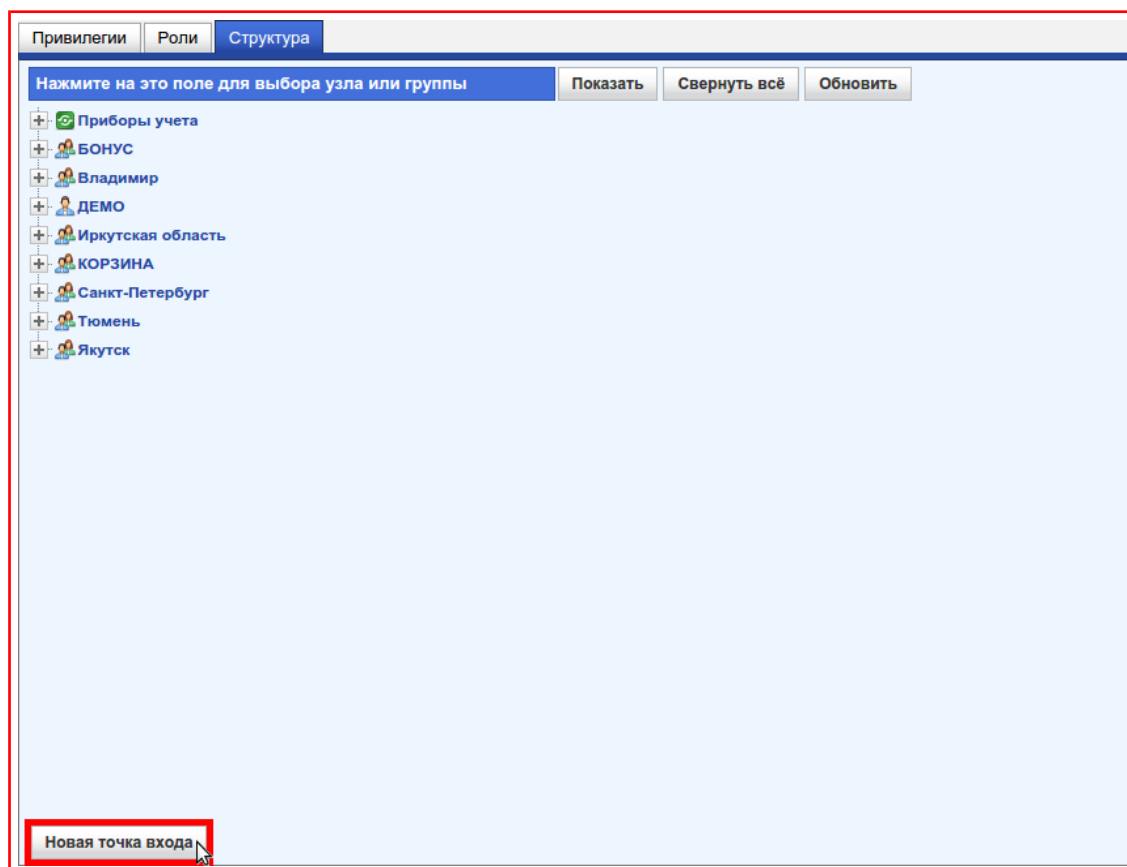

Рисунок 9.58 — Кнопка «Новая точка входа»
- 1) Нажать на кнопку **«Новая точка входа»**, находящуюся в нижней части вкладки «Структура», рисунок 9.58.